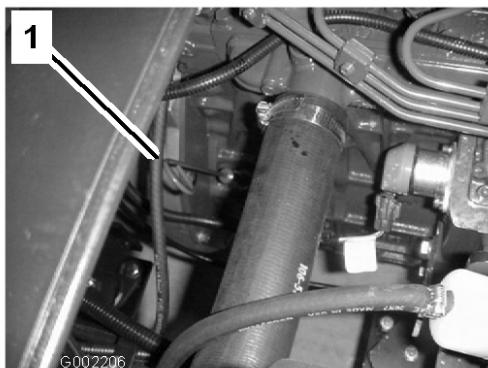

Figure 16
2. Retirez la jauge, située sous le siège du passager, et essuyez-la sur un chiffon propre (Figure 16). Remettez la jauge dans le tube en vérifiant qu'elle est enfoncee au maximum. Sortez de nouveau la jauge et vérifiez le niveau d'huile.